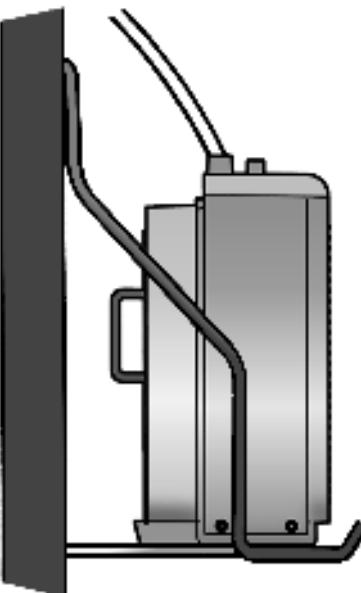

Fig. 5
- Inserire sul supporto l'unità esterna (Fig. 5).
- Introduire l'unité extérieure sur le support (Fig. 5).
- Insert the outdoor unit onto the support (Fig. 5).
- Die Ausseneinheit in die Halterung einsetzen (Abb. 5).
- Colocar en el soporte la unidad externa (Fig. 5).
ondersteuning (Fig. 5).